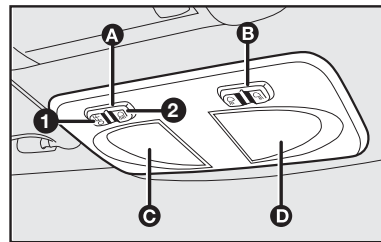

fig. 69
**Conjunto da luz interna dianteira - fig. 69**
O veículo, pode estar equipado com um conjunto de luz interna **fig. 69**.
O interruptor **A-fig. 69** liga/desliga as lâmpadas do conjunto da luz interna dianteira.